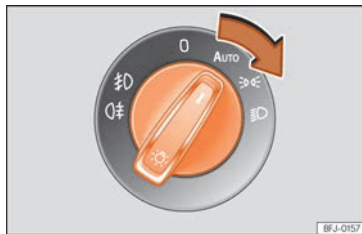

Abb. 89 Instrumententafel: Lichtschalter.
- Lichtschalter in die gewünschte Position drehen »» Abb. 89.